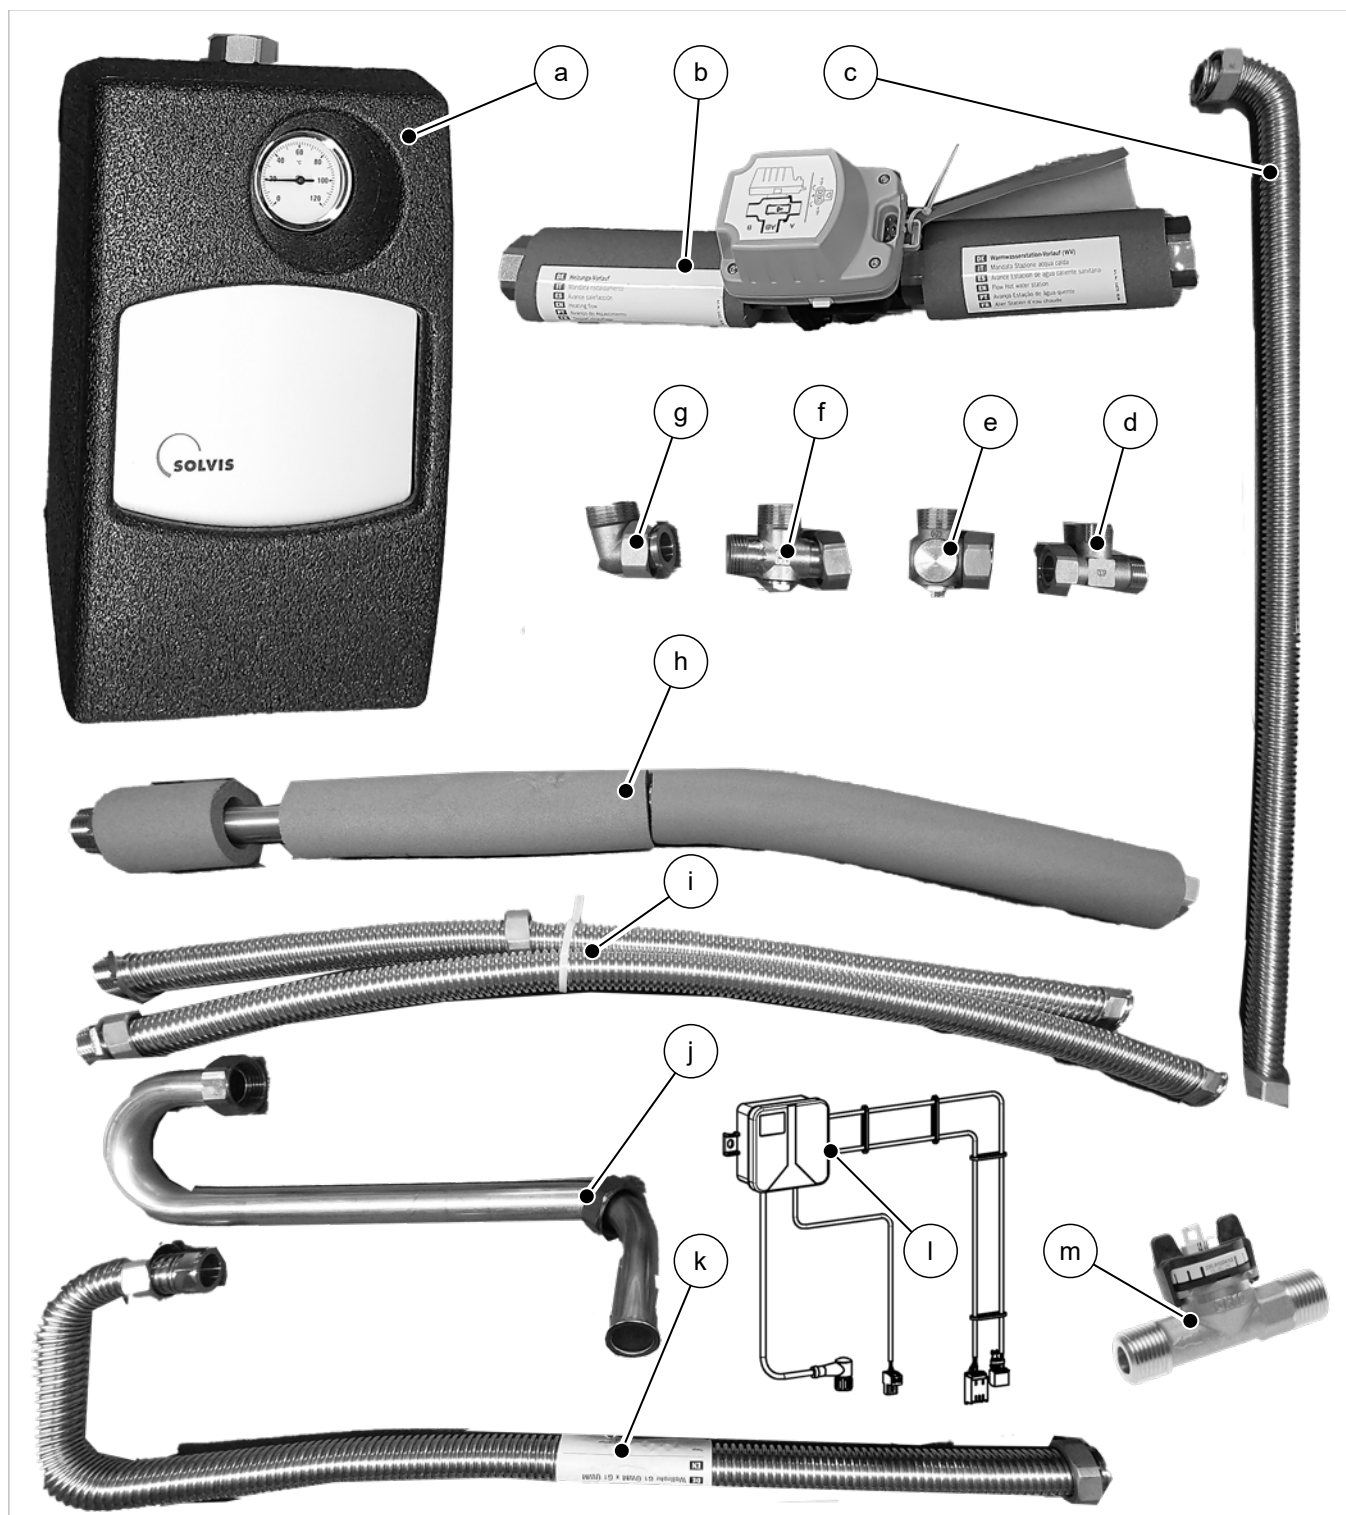

Abb. 1: Umbausätze SolvisBen und SolvisBen HKS mit SolvisMia
Teilebezeichnungen mit einem Buchstaben, vgl. auch → Abb. 1, S. 7.
3. Volumenstromsensor (m, vgl. → Abb. 1, S. 7) an den Anschluss WP-VL der PLAS anschließen.